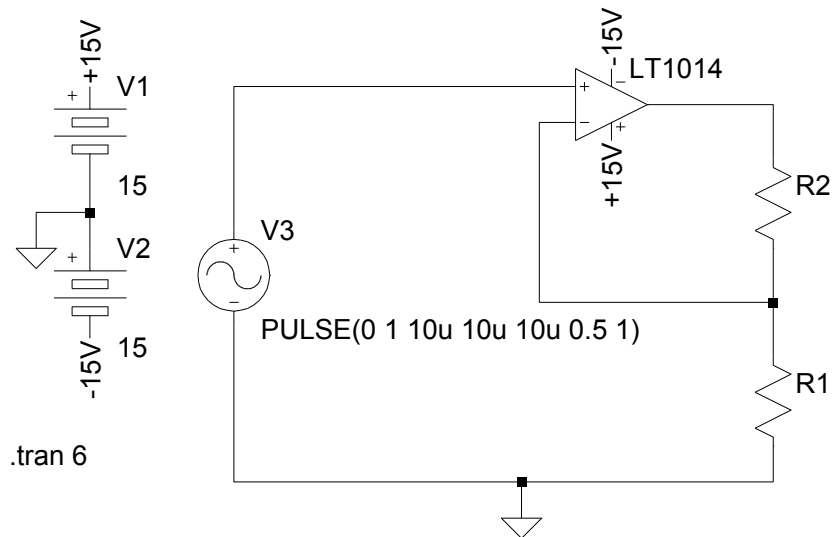
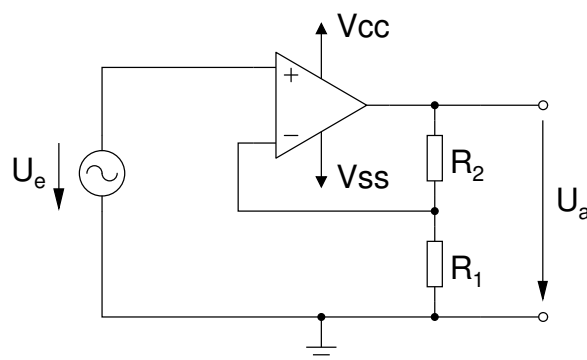

Abbildung 6: OPV in LTSpice
Abbildung 7: Nichtinvertierender Verstärker
Bauen Sie die Schaltung aus Abbildung 7 auf und simulieren Sie das Verhalten des Systems mit LTSpice. Eine Hilfe stellt die Abbildung 6 dar. Verwenden Sie für alle Simulationen den OPV LT1014.
1. Dimensionieren Sie die Schaltung aus Abbildung 7 so, dass die Verstärkung zwischen 4 und 6 ist. Verwenden Sie für die Widerstände die Werte, die Sie dann auch bei der Übung einsetzen werden (siehe Kapitel 2).
1. Dimensionieren Sie die Schaltung aus Abbildung 7 so, dass die Verstärkung zwischen 4 und 6 ist. Wählen Sie die Widerstände so, dass der Messfehler, hervorgerufen durch die Messgeräte, nicht ins Gewicht fällt (siehe Laborübung 1). Bauen Sie die Schaltung auf und legen Sie eine Gleichspannung von 0.5 Volt an. Das Netzgerät wird für die ± 15 V Versorgungsspannung des OPV benutzt. Der Frequenzgenerator kann als Gleichspannungsquelle benutzt werden, indem der Offset = 0.5 V und Amplitude = 1 mVpp gesetzt wird.